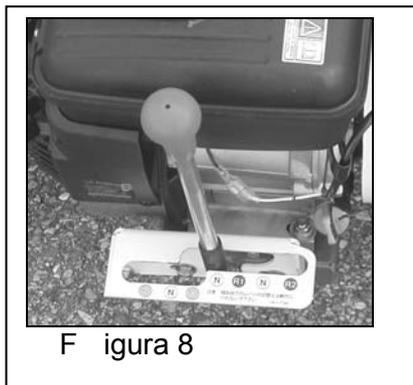

Figura 8
- Selezionare la velocità (marcia) adeguata al lavoro da effettuare (Figura 8).